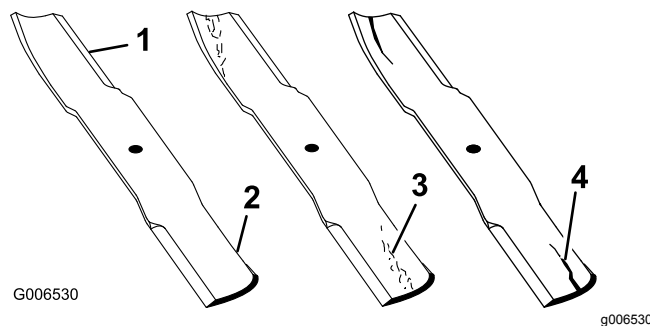

Figure 94
- Examinez le tranchant des lames (Figure 94).
- Remplacez immédiatement toute lame fendue, usée ou qui présente une entaille (Figure 94).